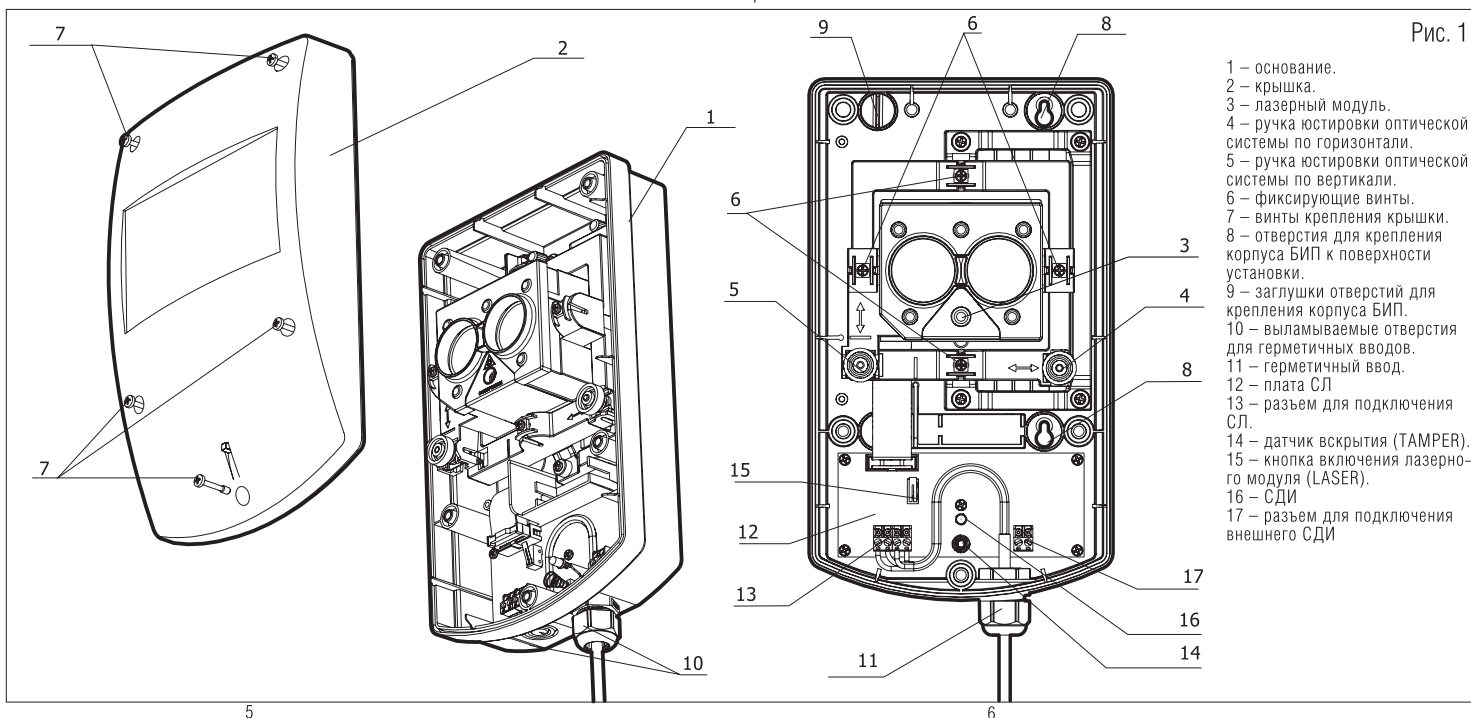

Рис. 1
Вид БИП со снятой крышкой показан на рис. 1.
2. Средняя мощность излучения лазерного модуля (3, рис. 1),
- изъять (временно) заглушки для крепления корпуса (9, рис.1);
- закрепить основание (1, рис.1);
2. Нажать и отпустить кнопку LASER (15, рис.1)
4. С помощью ручек юстировки 4 и 5 (рис. 1) совместить пятно от лазера с отражателями. Диаметр пятна ИК-луча ИПДЛ на расстоянии 100 м от ИПДЛ составляет примерно 3 метра, поэтому нет необходимости точно совмещать центр пятна луча лазерного модуля с центром отражателей. Достаточно, чтобы пятно луча лазерного модуля лежало в области отражателей (см. Рис.5).
5. По окончании юстировки следует затянуть фиксирующие винты 10 (рис.1).